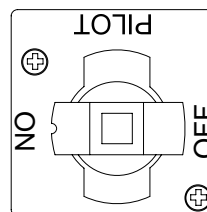

Figura 2
3. Con el piloto encendido, presione y gire lentamente la perilla a la posición encendida (vea la Figura 2 más arriba). Una vez encendido el piloto, el quemador se encenderá automáticamente siempre que el termostato se fije sobre su ajuste más bajo o si el controlador pide calor.